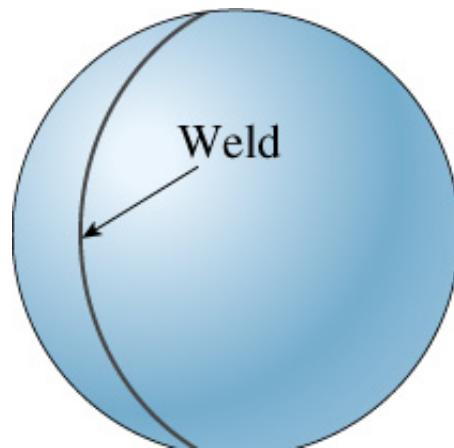

Figura 8- Vaso de pressão esférico.
1. Um tanque de ar comprimido tendo um diâmetro interno de 18 polegadas e uma espessura de parede de $\frac{1}{4}$ de polegada é formado soldando-se dois hemisférios de aço como na Figura 8.